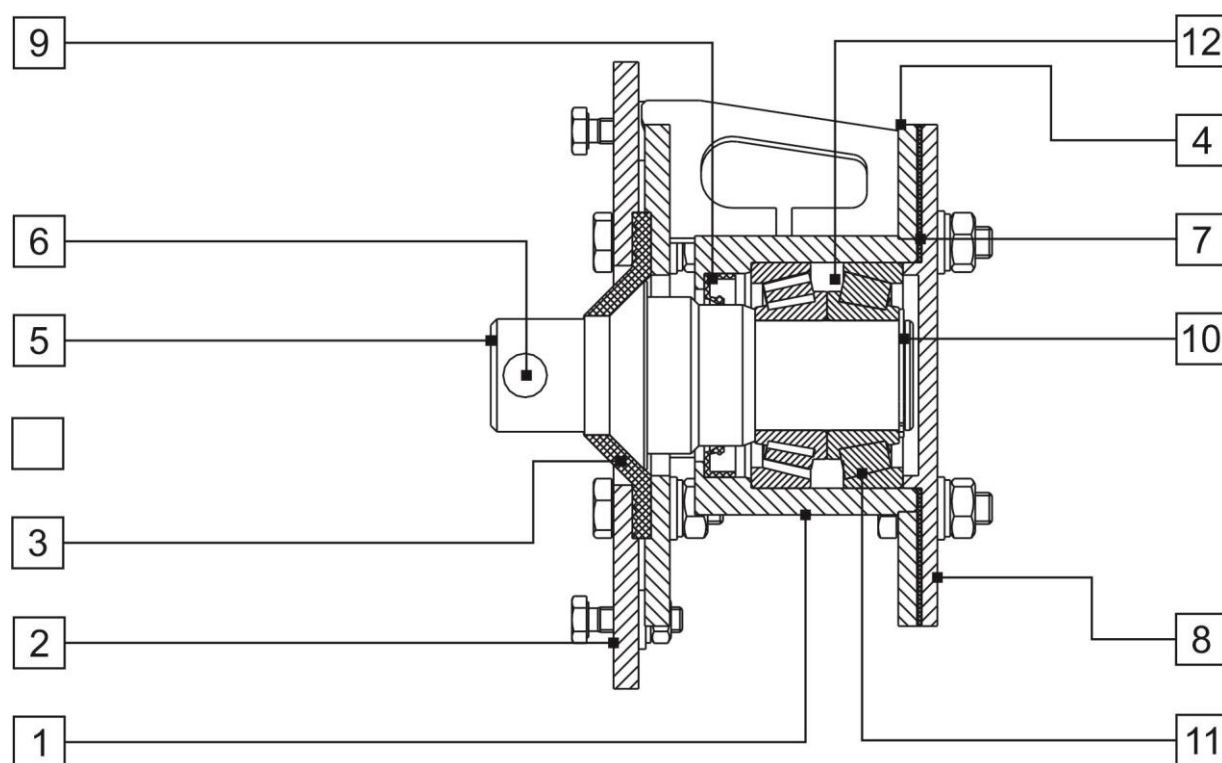

Рис.15
Подшипниковая опора консольная (Рис.15) винтового конвейера-питателя состоит из: корпуса (1), переднего фланца (2), уплотнения ВК-160.02.002 (3), заднего фланца (4), приводного вала (5) с отверстием (6), прокладки (7), крышки (8), армированной манжеты 1.2 45 x 65 ГОСТ 8752 (9), стопорного кольца наружного 35 ГОСТ 13942 (10), подшипников 7507А ГОСТ 27365 (11). Пространство (12) между подшипниками (11) на $\frac{1}{2}$ своего объема заполнено смазкой ЛИТОЛ 24.